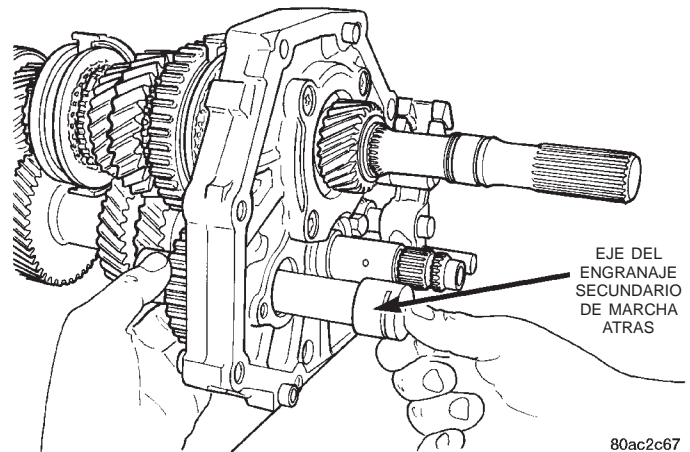

Fig. 90 Instalación del eje del engranaje secundario de marcha atrás
(33) Instale el eje del engranaje secundario de marcha atrás a través de la placa intermedia y el conjunto del engranaje secundario de marcha atrás, (Fig. 90) hasta que el pasador del eje del engranaje secundario de marcha atrás haga contacto con el con-